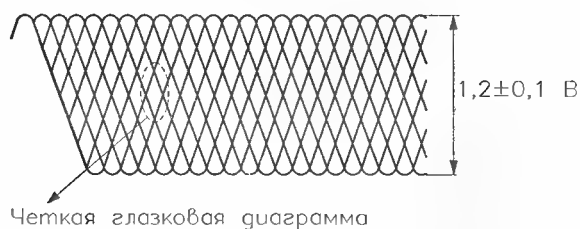

Рис. 4.16. Осциллограмма высокочастотного сигнала RF
**Проверка формы и уровня высокочастотного сигнала (RF)**
3. Проверить форму и качество высокочастотного сигнала RF. Глазковая диаграмма (рис. 4.16) должна быть четкой, размах сигнала – около 1,2 В.